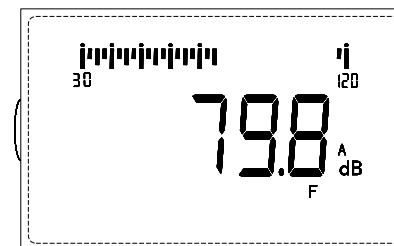

图5
- 1) 按计权按钮使显示器显示“C”, LCD上显示的就是“C”声级的测量值。按“计权”按钮使显示器显示“Lin”, LCD上显示的就是“线性声压级”的测量值。见图5。
3) 时间计权快 (F)、慢 (S)、脉冲 (I) 的选择一般采用快档“F”, 如果读数变化较大, 可采用慢档“S”时间计权。特殊要求时使用脉冲 (I) 测量, 见图5。